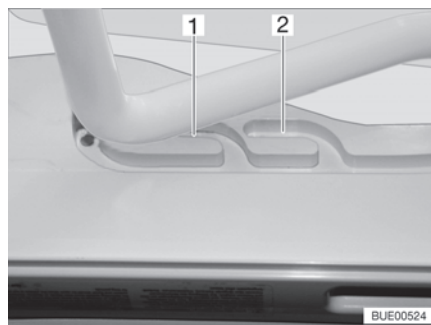
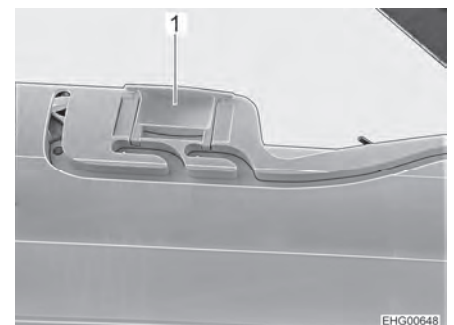

Fig. 56 Guía (posición de ventilación)
Fig. 57 Bloqueo (posición de ventilación)
La claraboya Heki se puede colocar en dos posiciones de ventilación: Posición de mal tiempo (Fig. 56,1) y posición mediana (Fig. 56,2). Según el modelo, la claraboya podrá ser bloqueada en la posición central con los dos pestillos (Fig. 57,1) a la izquierda y la derecha en el marco de la claraboya.
- Presionar el estribo ligeramente hacia arriba y empujarlo en la guía seleccionada (Fig. 56,1 ó 2) y, si fuera necesario, bloquearlo.